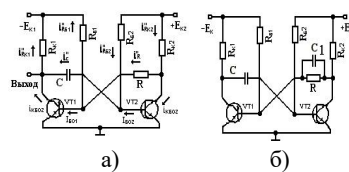

Рис. 1.5
14. Описать принцип работы мультивибратора по рис.1.5а и рис.1.5б.
18. Перечислить порядок расчета схем на рис. 1.5а и рис.1.5б.